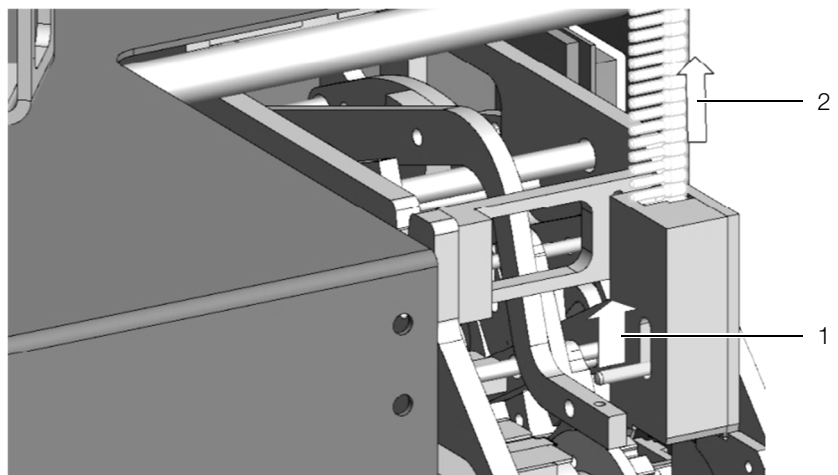

Fig. 10 : remplacer la bobine d'embouts
- Pousser la goupille de transport complètement vers le haut (cf. fig. 10, pos. 1) et enlever la bande d'embouts (cf. fig. 10, pos. 2) du magasin.